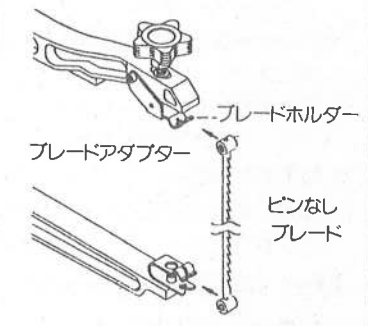

図6
- ブレードホルダーの取付方法はピン付と同じように引掛けてください。(図6参照)